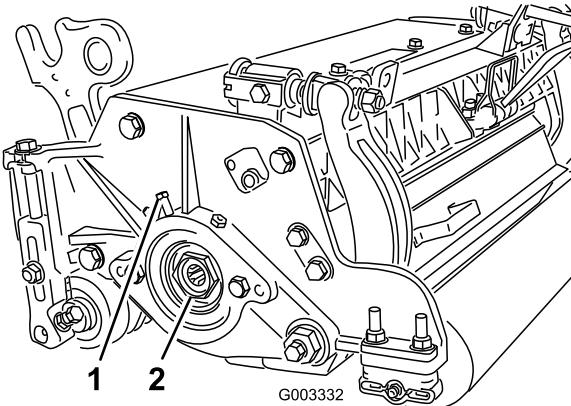

Figura 27
- A. Desaperte o parafuso de afinação externo que prende a porca de ajuste do rolamento localizado no lado esquerdo da unidade de corte (Figura 27).